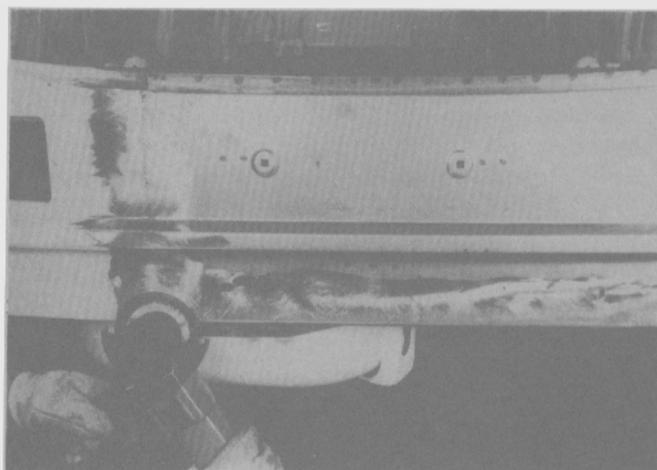

Fig. 289
- Lijar y pulir las uniones del panel (Fig. 289).